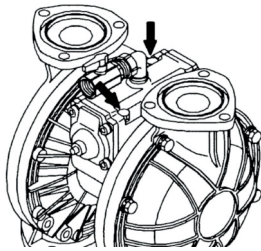

Fig 7.1
- Retire los 6 tornillos del cuerpo de la válvula y quítelo (fig. 7.1).